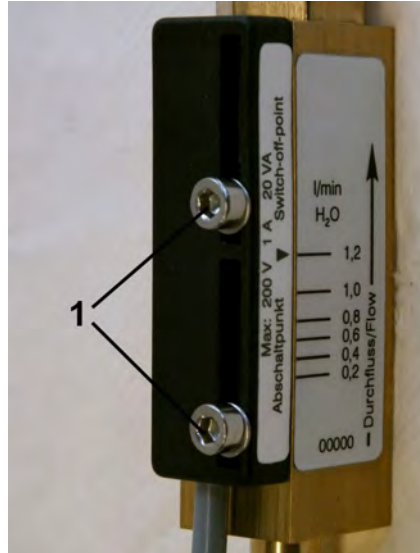

Abb. 17: Feststellschrauben lösen (Beispielskala)
1. Die Feststellschrauben des Schaltkontaktes (Abb. 17/1) mit einem Sechskant-Schraubendreher lösen.
3. Feststellschrauben des Schaltkontaktes (Abb. 17/1) mit einem Sechskant-Schraubendreher wieder anziehen. Dabei Schrauben-Anziedrehmoment beachten.